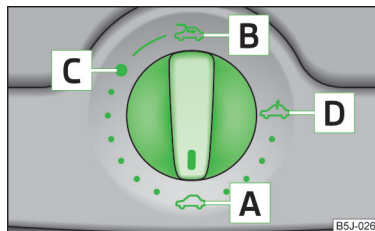

Abb. 21
Das Schiebe-/Ausstelldach wird mit dem Drehschalter » Abb. 21 auf Seite 42 bedient und funktioniert nur bei eingeschalteter Zündung. Der Drehschalter hat mehrere Stellungen.
Wurde die Batterie abgeklemmt und wieder angeklemmt, kann es passieren, dass sich das Schiebe-/Ausstelldach nicht vollständig schließt. Deshalb muss der Drehschalter in die Schalterstellung **A** gebracht » Abb. 21 auf Seite 42 und etwa 10 Sekunden lang vorn gedrückt werden.
- › Den Schalter in Stellung **C** » Abb. 21 drehen.
- › Den Schalter in Stellung **B** » Abb. 21 drehen und in dieser Position (gefederte Stellung) halten.
- › Den Schalter in Stellung **D** » Abb. 21 drehen.
- › Den Schalter in Stellung **A** » Abb. 21 drehen.
Das Schiebe-/Ausstelldach ist mit einer Kraftbegrenzung ausgestattet. Wenn ein Hindernis (z. B. Eis) das Schließen verhindert, stoppt das Schiebe-/Ausstelldach und öffnet vollständig. Das Schiebe-/Ausstelldach kann ohne Kraftbegrenzung vollständig geschlossen werden, wenn der Schalter in Stellung **A** » Abb. 21 so lange gedrückt wird, bis das Schiebe-/Ausstelldach vollständig geschlossen ist » Seite 42, **i** in Abschnitt *Einleitung zum Thema*.
Nach jeder Notbetätigung (mit dem Innensechskantschlüssel) muss das Schiebe-/Ausstelldach in die Grundstellung gebracht werden. Deshalb muss der Drehschalter in die Schalterstellung  gebracht » Abb. 21 auf Seite 42 und etwa 10 Sekunden lang vorn gedrückt werden.